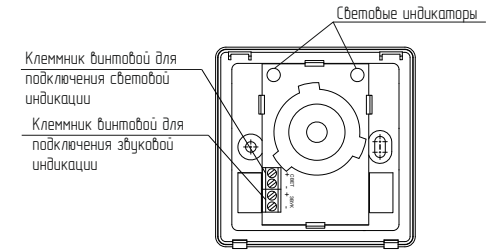

Рисунок 5
– подсоединить монтажные провода, идущие от управляющего устройства к клеммнику винтовому (см. рисунок 5), выбрав схему подключения (см. рисунки 6 и 7);